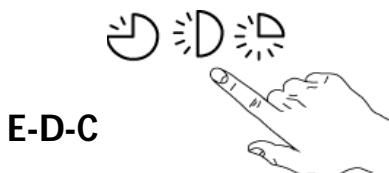

Fig.15
- 4- Sélectionner le cycle de lavage en appuyant le bouton "C", "D" ou "E". (Fig.15)